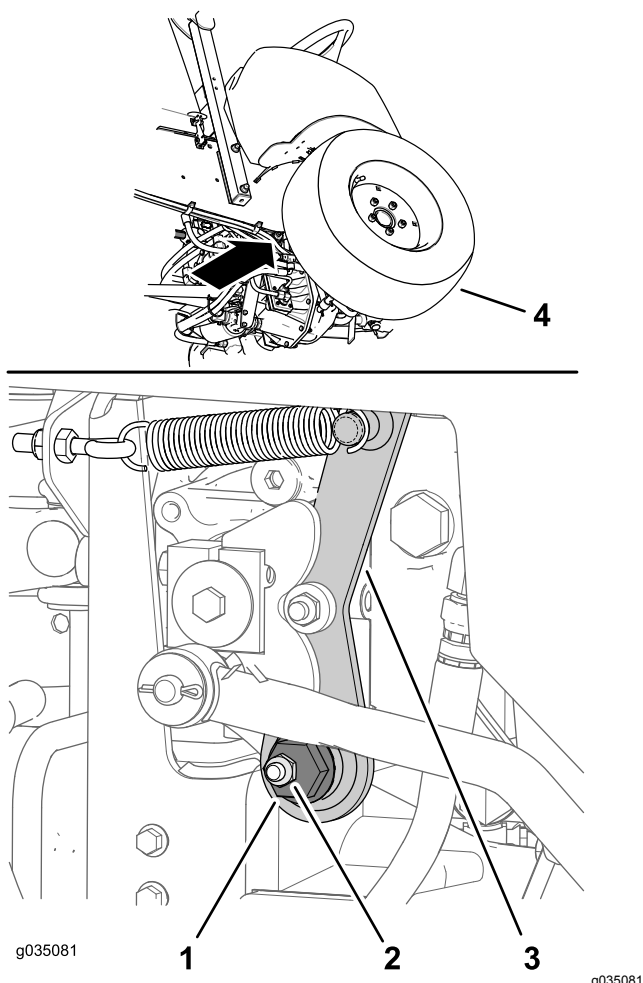

Figura 65
- Localize o excêntrico sextavado à direita da bomba hidráulica e abaixo da consola de controlo (Figura 65).
2. Desaperte a porca de retenção até que possa mover o excêntrico sextavado (Figura 65).
roda dianteira comece a rodar para a frente; em seguida, rode o excêntrico sextavado no sentido dos ponteiros do relógio até que a roda dianteira comece a rodar para trás (Figura 65).